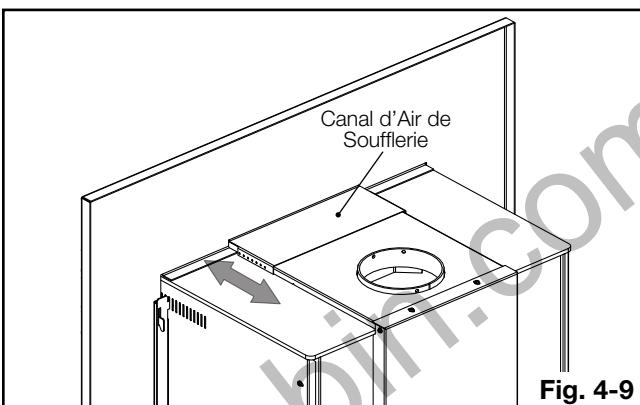

Fig. 4-9
- C. Ajustez le canal d'air du soufflerie en le-glissez vers l'avant ou vers l'arrière (**Fig. 4-9**).